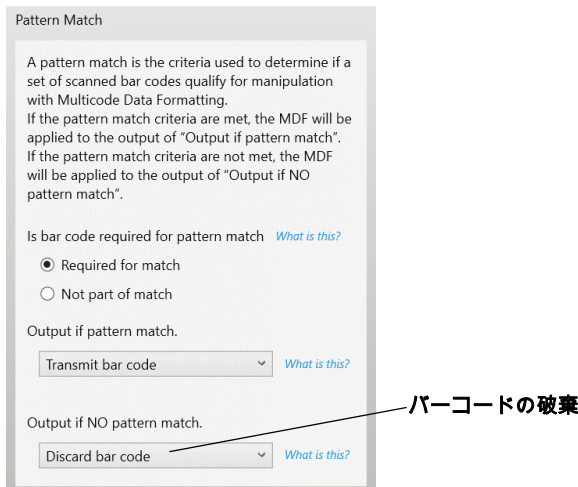

図 16-3 出力の一致設定を図示
- 条件を定義する場合は、パターンが一致しないときに出力を有効にしないでください。「パターンの一致設定がない場合に出力する」をバーコードの破棄として設定します (図 16-3 を参照)。